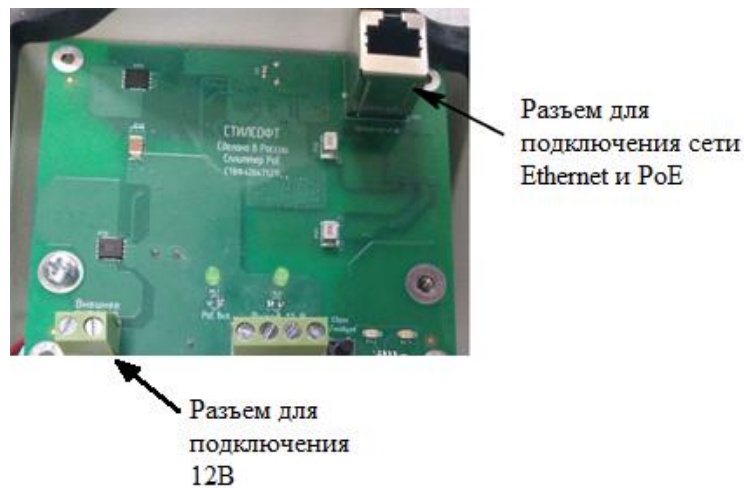

Рисунок 2 – Места ввода кабелей электропитания и Ethernet
- 5) установить разъем 8p8c на информационный кабель и подключить к разъему Ethernet IP-видеокамеры (рисунок 2);